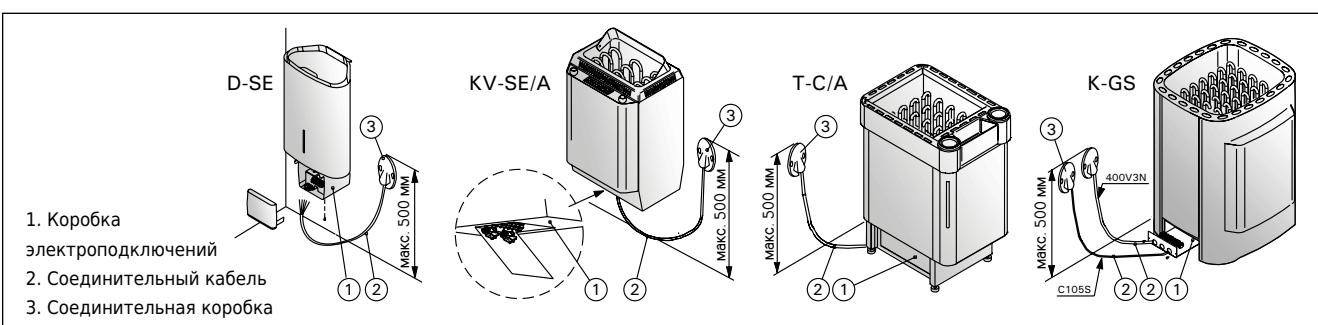

Рисунок 8. Установка каменки
- Каменка гибким проводом подсоединяется к соединительной коробке (рис. 8: 3) на стене сауны. Соединительная коробка должна быть брызгозащищенной и находиться на расстоянии
- В качестве кабеля (рис. 8: 2) следует использовать резиновый кабель типа H07RN-F или подобный.